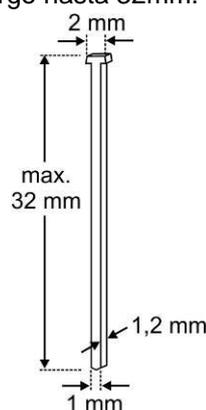
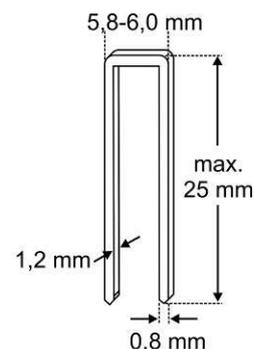

Fig. 2
Fig. 3
Cargando las grapas (Fig. 2) o clavos (Fig. 3)
- Presione el cierre del carro (7) hacia atrás hacia el carro y tire del alimentador de grapas.
- Ponga la tira de grapas (Fig. 2) o clavos (Fig. 3) en el carro.
- Tire del alimentador (5) hacia atrás hacia el frente y asegúrese enganchando del cierre (7) al cuerpo.